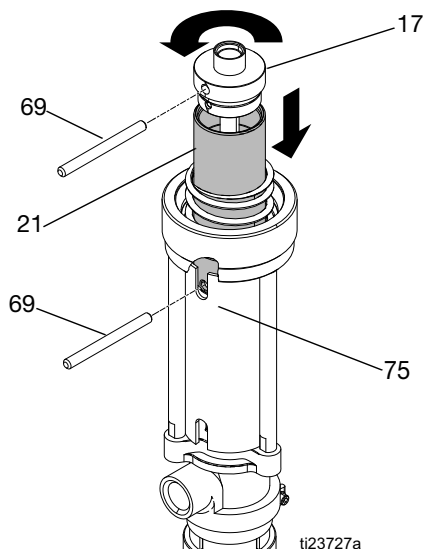

FIG. 13
5. Allineare la fessura dello schermo (75) con il foro del pistone e posizionare il perno (69) nel foro del pistone per evitarne la rotazione. Usare il secondo perno (69) per svitare la calotta del pistone (17) e separare dal pistone (21) per esporre la spina di centratura (19). Vedere FIG. 13.